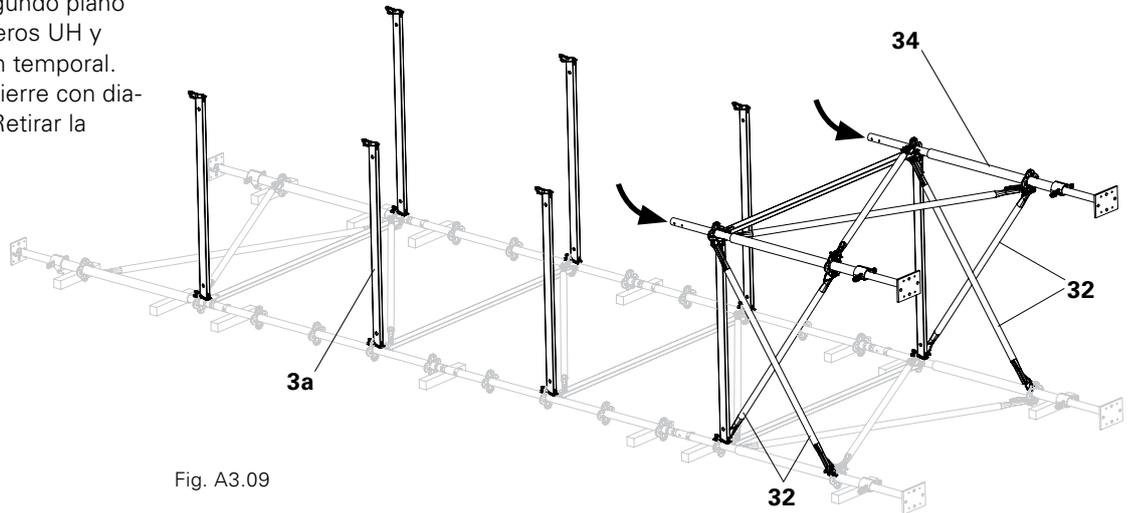

Fig. A3.09
6. Insertar el segundo conjunto de cierre ya preparado (34) del segundo plano de torres sobre los largueros UH y colocar una estabilización temporal.
7. Rigidizar el conjunto de cierre con diagonales eje roseta (32). Retirar la estabilización temporal.
- (Fig. A3.09)